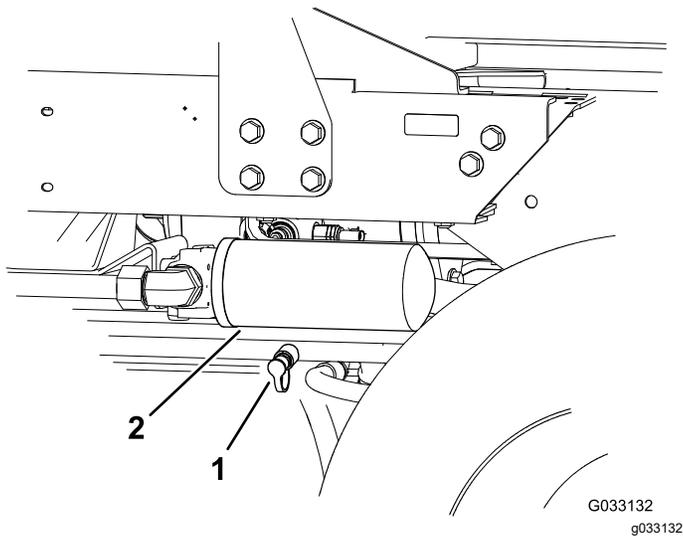

Bild 63
2. Schließen Sie einen Hydraulikschlauch zwischen dem eingebauten Diagnose-Anschlussstück im Heckantriebsverteiler und dem Testanschluss für den Rückwärtsantriebsdruck (Bild 63) an.